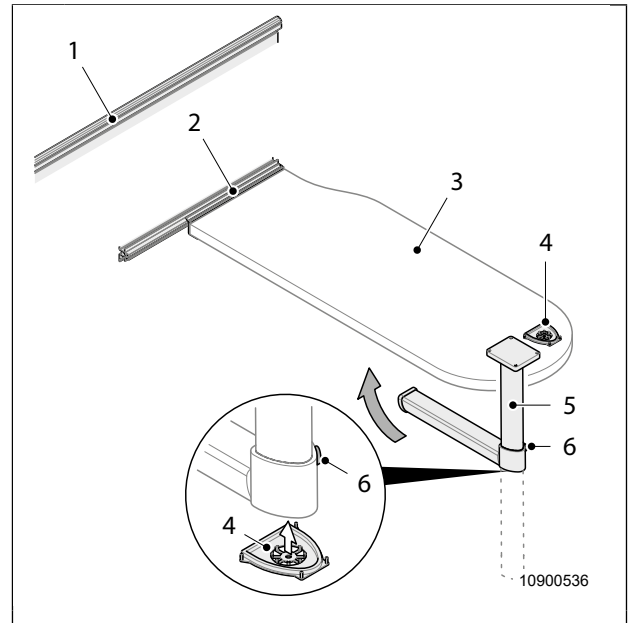

Fig. 32 Transformación de mesa de enganche en cama
3. Levantar el tablero de mesa (Fig. 32, pos. 3) a la derecha y desengancharlo del riel guía superior (Fig. 32, pos. 1).
4. Pulsar el botón en la articulación de la pata de mesa (Fig. 32, pos. 6) y doblar la pata de mesa.
5. Sacar la placa base (Fig. 32, pos. 4) del soporte debajo de la mesa.
6. Fijar la placa base (Fig. 32, pos. 4) en el lado inferior de la articulación.
7. Enganchar el tablero de mesa en su posición levantada a la derecha en el riel guía inferior (Fig. 32, pos. 2).